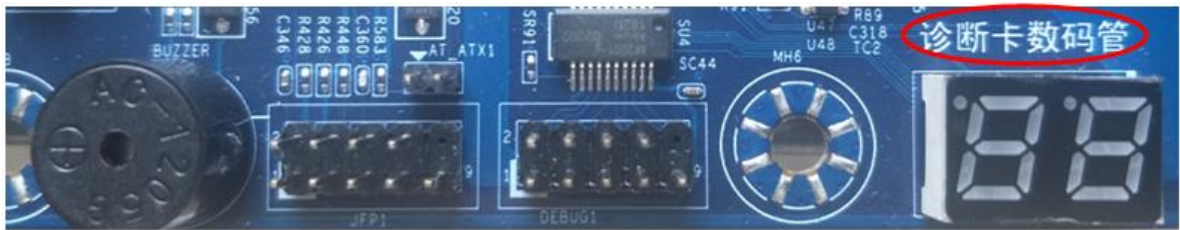

图 10 主板独家集成了诊断卡、数码管和蜂鸣器电路
(4) 如图 10 所示，主板独家集成了诊断卡、数码管和蜂鸣器电路，能准确判断出故障类别。